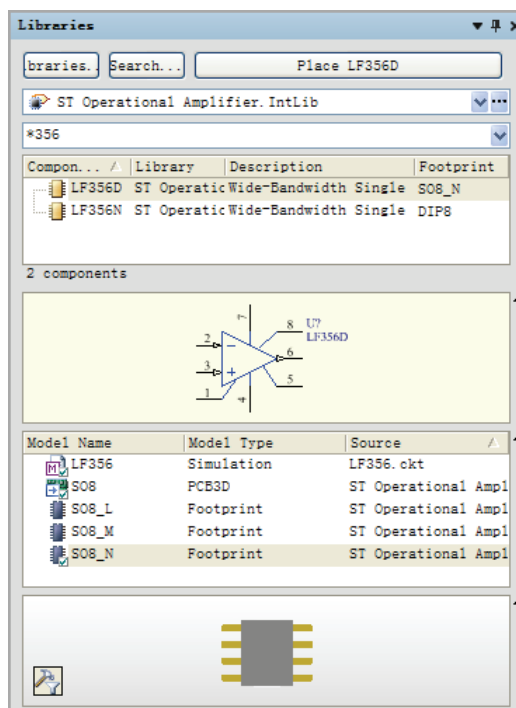

图 3-9 库文件面板
(1) 执行菜单命令【Design】→【Browse Library...】或单击面板标签 **System**，选中库文件面板 **Libraries**，弹出库文件面板，如图 3-9 所示。
(2) 在库文件面板中，单击当前元件库文本框右侧的 按钮，在其列表框中单击 ST Operational Amplifier.Intlib 集合库，将其设置为当前元件库。